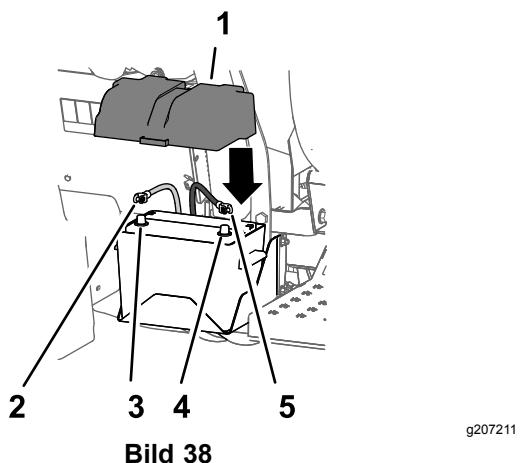

Bild 38
1. Schließen Sie das Pluskabel der Batterie am Pluspol der Batterie an (Bild 38).
2. Schließen Sie das Minuskabel der Batterie am Minuspol der Batterie an (Bild 38).
3. Fluchten Sie die Batterieabdeckung mit dem Batteriekasten aus und befestigen Sie die Abdeckung mit dem Riemen (Bild 38).